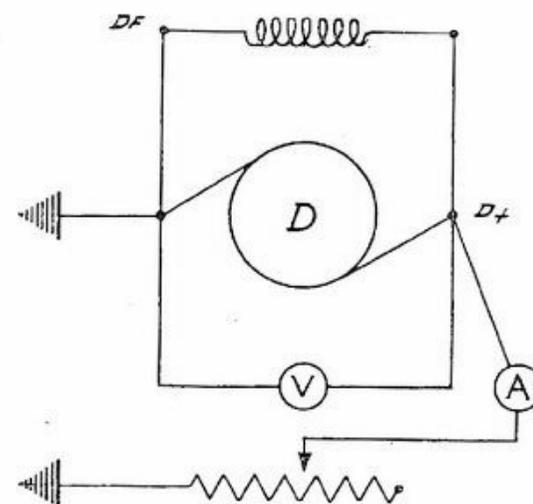

Fig. 121 - Schema prova dinamo sotto carico a tensione costante 6 V.
b) Prova sotto carico a tensione costante 6 V: Fermi restando i collegamenti della prova precedente collegare un reostato tra il D + e la massa con in serie un amperometro (fig. 121). Aumentare gradatamente i giri e regolare il reostato finché con la tensione di 6 V si ottiene una corrente di 7,5 A. La potenza sarà quindi $6 \text{ V} \times 7,5 \text{ A} = 45 \text{ W}$ (potenza nominale). Il numero di giri corrispondente deve essere minore o uguale a 2100 g/1'. Se la dinamo ha le caratteristiche suddette vuol dire che è efficiente, e bisogna quindi cercare la causa nel regolatore.